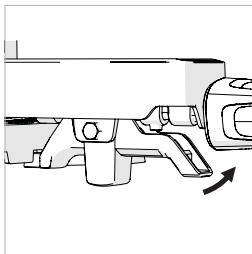

Afb. 42
- Maak de vergrendelingsknop voor verstek los (**Afb. 42**) door de vergrendelingsknop tegen de klok in te draaien.